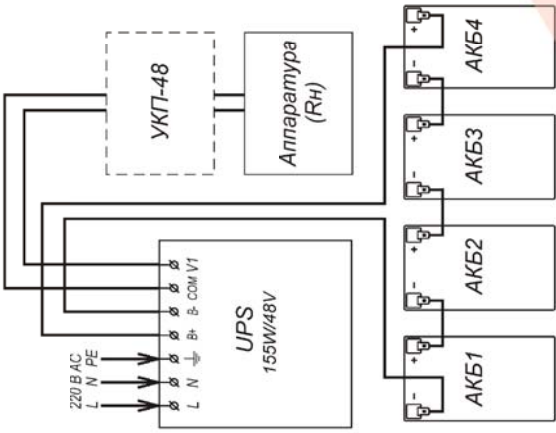
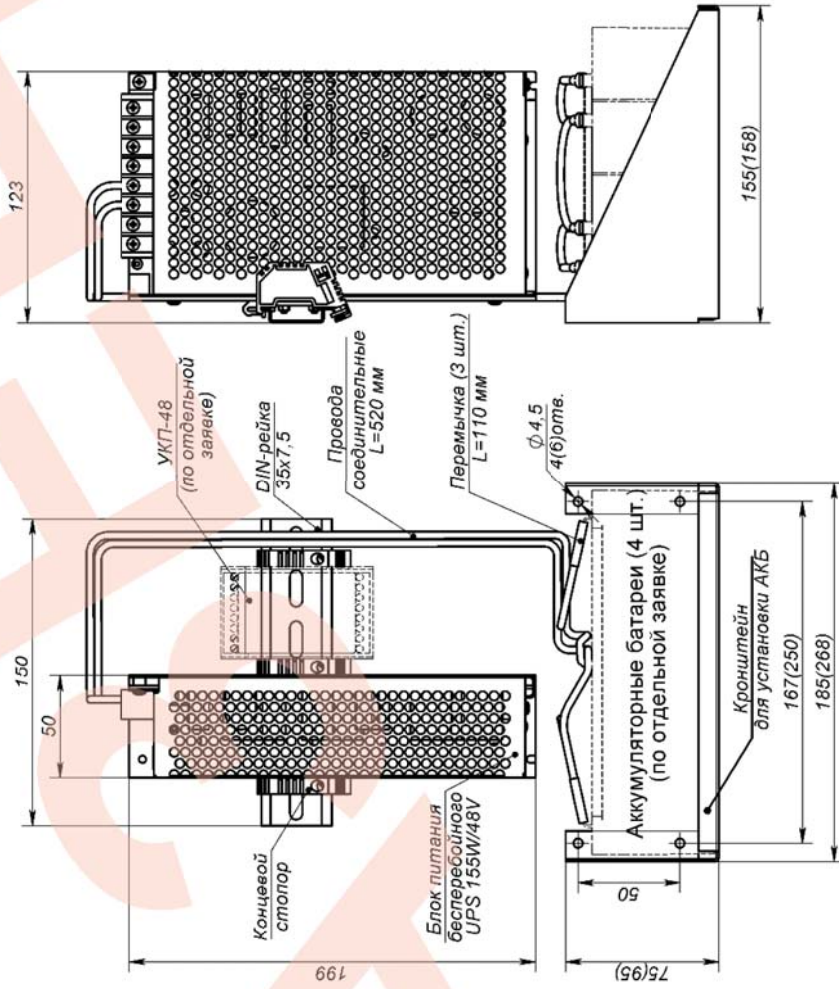

Рис.2 Схема электрическая принципиальная
Рис.1 Устройство, габаритные и установочные размеры
2. Установить аккумуляторные батареи на кронштейн (см. рис.1) и подключить их проводниками соединительными к контактам +V и -V блока бесперебойного питания UPS 155W/48V, соблюдая полярность. Соединить аккумуляторы перемычками.
3. Подать трехпроводным кабелем напряжение питания 220В AC на соответствующие контакты блока питания, при этом фазный провод (L) соединить с контактом L, нулевой провод (N) с контактом N, а провод заземления соединить с контактом  $\Phi$ .
12. Габаритные размеры .....	см. рис.1
Устройство изделия приведено на рис.1, схема подключения на рис.2.
Подключение цепей изделий производится в соответствии со схемой электрической принципиальной (рис.2). Для подключения необходимо: